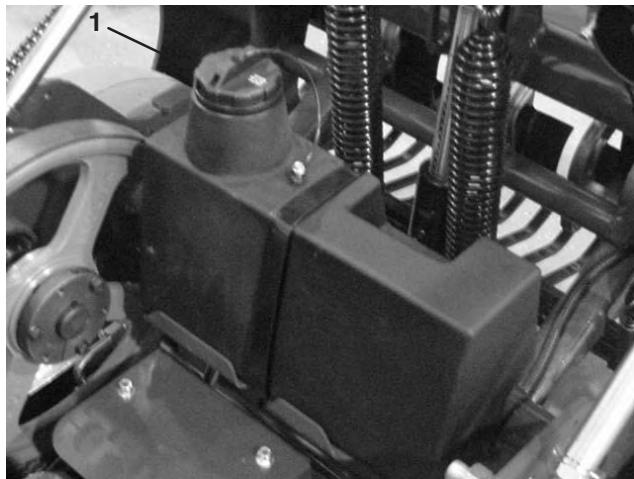

Figure 13
2. Déverrouillez et déposez le couvercle de courroie (Fig. 13).